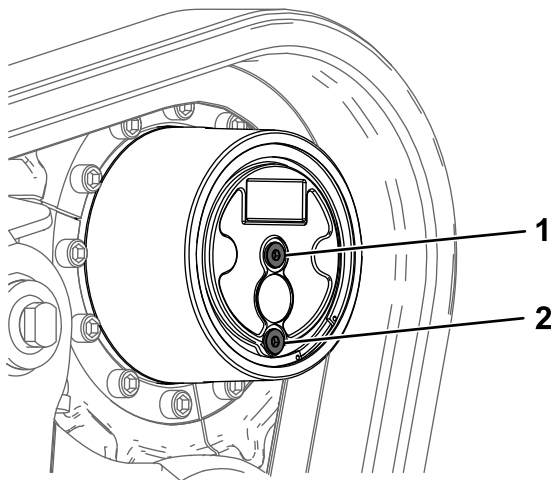

Figure 62
2. Garez la machine sur une surface plane et horizontale en plaçant le bouchon de vidange à la position 6 heures (Figure 62), serrez le frein de stationnement et abaissez les bras de la chargeuse.
5. Enlevez le bouchon de contrôle et le bouchon de vidange, et vidangez l'huile pour engrenages (Figure 62).
6. Remettez le bouchon de vidange en place (Figure 62).